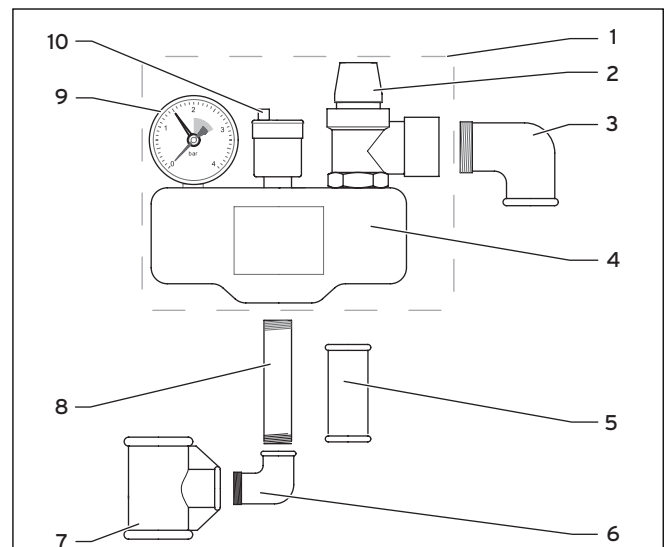

Fig. 3.1 Gruppo di sicurezza
• Controllare la completezza della fornitura in base alla fig. 3.1 e alla tab. 3.1.
- Una volta all'anno e in occasione di ogni messa in servizio, controllare il funzionamento della valvola di sicurezza (2, fig. 3.1)